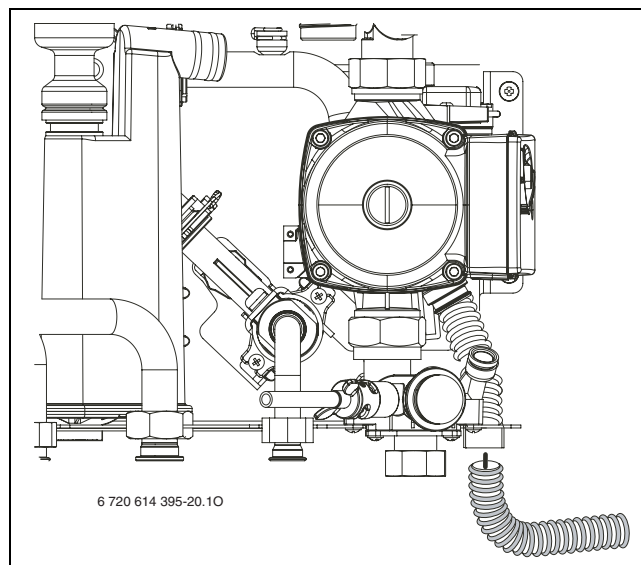

Fig. 11
- ▶ Realizzare le 5 tubazioni idrauliche dell'impianto (M/R, ACS, AFS e gas) utilizzando i 5 riferimenti idraulici (in basso alla dima in carta) per l'esatta connessione idraulica alla caldaia. Predisporre inoltre la tubazione di scarico per condensa/valvola di sicurezza, seguendo le indicazioni esposte presso le figure 11 e 12.